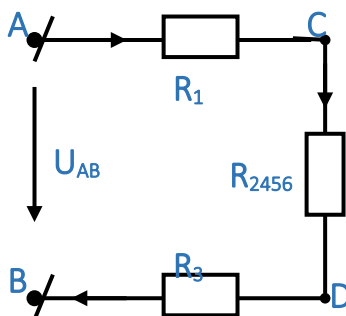

Рисунок 5.4
4. Рисунок 5.4 $R_{2456} = \frac{R_2 \cdot R_{456}}{R_2 + R_{456}} = \frac{2 \cdot 6,5}{2 + 6,5} = 1,529\text{Ом}$